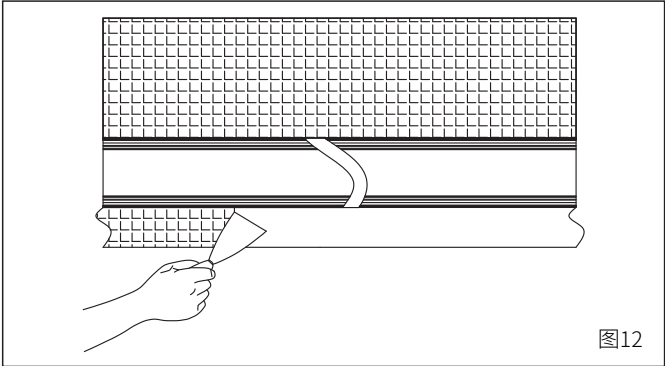

图12
4.将另选购的防护罩卡在灯体表面，防止批灰时杂物进入轨道灯体内；在木板上面覆盖上纤维网，对天花或者墙体进行批灰作业，以覆盖住固定板，如图12所示；